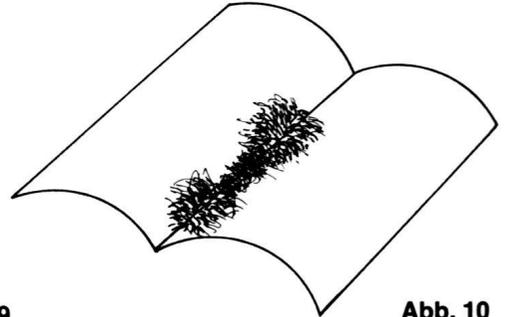

Abb. 10
*Der Magnet bleibt am Papier hängen, weil er die Eisenteilchen anzieht. Beim Aufklopfen auf die Unterlage bilden sich an den Polen des Magneten deutlich sichtbare Bärte aus, denn hier ist die Anziehungskraft am stärksten (Abb. 10).*